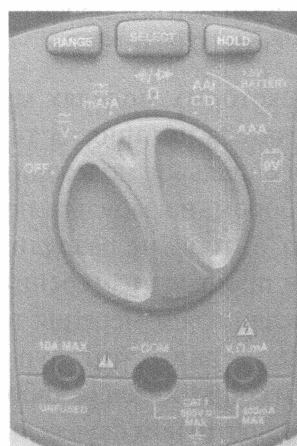

Рис. 16.5. Цифровые мультиметры обеспечивают широкий спектр измерительных возможностей
- » **Выбор функций.** Поворачивая большую круглую ручку, вы можете выбирать тип измерения (напряжение, ток, сопротивление и, возможно, какие-то другие типы измерений) и в некоторых моделях — желаемый вами диапазон измерения. Также в ряде мультиметров предусмотрены дополнительные измерительные функции и возможности тестирования, такие как измерение напряжения переменного тока, величины емкости, коэффициента усиления по току транзистора ($h_{21э}$) и проверки диодов. Во многих мультиметрах некоторые типы измерений подразделяются на три-шесть разных диапазонов, причем чем уже диапазон, тем выше чувствительность и точность прибора. На рис. 16.5 представлены увеличенные изображения ручек выбора функций двух мультиметров.
- » **Измерительные щупы и гнезда.** Относительно недорогие мультиметры комплектуются простыми измерительными щупами, но вы можете приобрести и высококачественные свитые в спираль щупы, которые вытягиваются в длину до нескольких десятков сантиметров и самостоятельно свиваются обратно, когда вы ими не пользуетесь. Возможно, вы захотите приобрести щупы с подпружиненными зажимами (см. рис. 16.2). Некоторые модели мультиметров со съемными измерительными щупами содержат два или более гнезд для их подключения. Черный измерительный щуп вставляется в гнездо, обозначенное словом “GROUND” (“Земля”) или “COM”, а красный измерительный щуп можно вставить в какое-либо другое гнездо в зависимости от того, какую функцию должен в каждом конкретном случае выполнять мультиметр, и от выбранного вами диапазона измерения. Многие мультиметры снабжаются дополнительными входными гнездами для проверки конденсаторов и транзисторов, как показано на рис. 16.5, *слева*.
В некоторых моделях мультиметров с функцией автоматического выбора диапазона предусмотрена возможность выбора диапазона измерения вручную. В этом случае будет использоваться именно диапазон, выбранный вручную (если такой выбор был вами сделан). Мультиметр, показанный на рис. 16.5, *справа*, содержит кнопку, обозначенную словом **Range** (“Диапазон”). Если нажать на нее, то можно установить один из пяти диапазонов, выбираемых вручную. При этом вам нужно очень внимательно интерпретировать информацию, отображаемую на индикаторе, не забывая о том, какой именно диапазон был выбран.
Во многих аналоговых и цифровых мультиметрах предусмотрен отдельный вход (гнездо для подключения измерительного щупа) для измерения силы тока. Обычно такой вход помечается как "А" ("амперы") или "mA" ("миллиамперы"). В некоторых моделях мультиметров предусмотрен дополнительный вход для измерения больших величин тока (обычно от 10 до 20 А). Мультиметр, показанный слева на рис. 16.5, снабжен двумя входами для измерения силы тока, помеченными как "mA" и "20A".